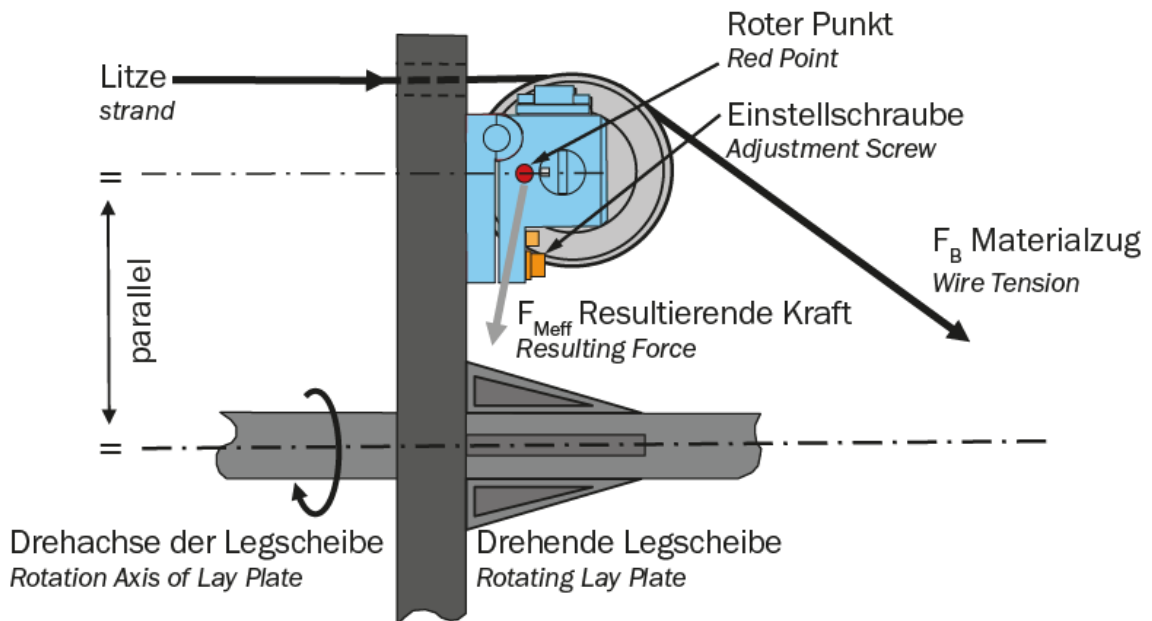

Bild 3: Ausrichten des roten Punktes in rotierenden Anwendungen
- ⚠ Es ist von entscheidender Bedeutung die Zentrifugalkräfte, die durch die Rotation der Verseilmaschine entstehen, zu kompensieren. Nichtkompensierte Kraftmessrollen führen zu Fehlmessungen (Bild 3)**
In rotierenden Anwendungen werden die Kraftmessrollen so installiert, dass eine Kompensation der Zentrifugalkräfte stattfindet. Bei den RMGZ-Rollen von FMS wird das dadurch erreicht, dass man den roten Punkt der Kraftmessrolle parallel zur Drehachse der Verseilmaschine und in Richtung der positiven Kraftkomponente dreht (siehe Bild 3).
Es ist von entscheidender Bedeutung die Zentrifugalkräfte, die durch die Rotation der Verseilmaschine entstehen, zu kompensieren. Nichtkompensierte Kraftmessrollen führen zu Fehlmessungen (Bild 3).